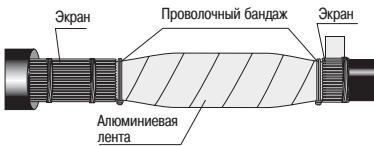

Рисунок 11
4.19 Поверх усаженной защитной трубки обернуть алюминиевую ленту с 50 %-ным перекрытием. Лента должна плотно прилегать к поверхности трубки. По краям алюминиевую ленту закрепить биндажом из 2–3 витков проволоки (рисунок 11).